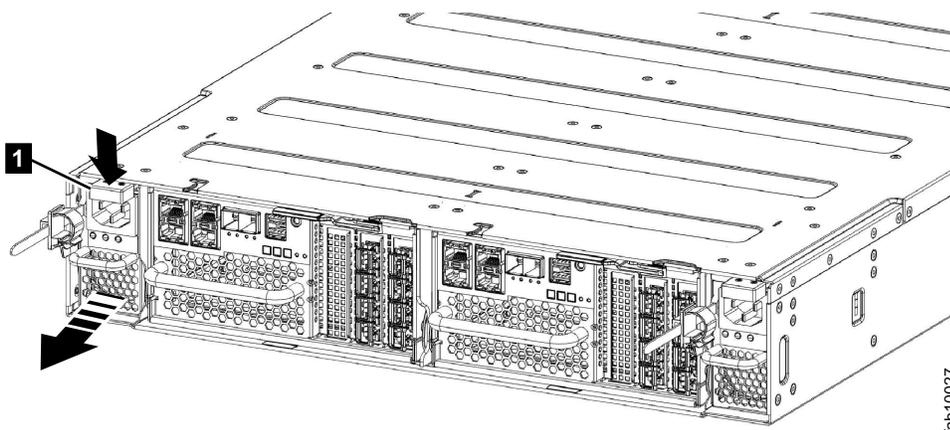

Figura 86. Removendo a unidade de fonte de alimentação (lado esquerdo do gabinete)
5. Utilizando a alça, puxe firmemente a fonte de alimentação para fora do gabinete como mostrado em Figura 86.